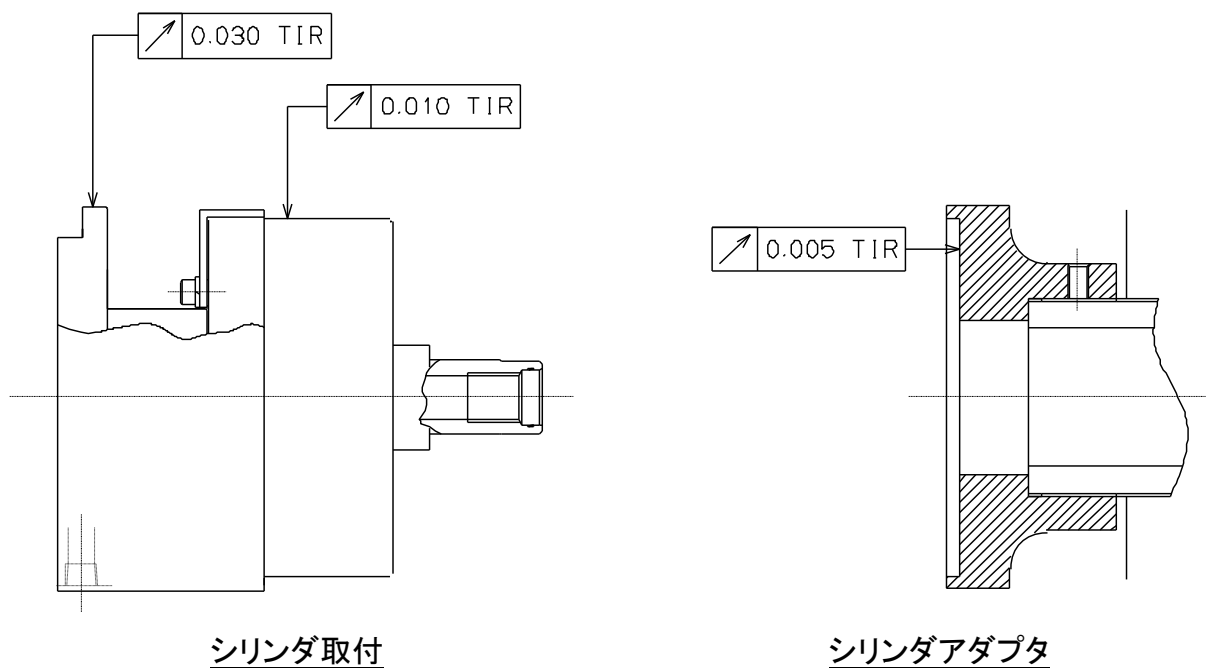

図 18
- シリンダの取付時の振れはスリーブカバーの回り止めを行い、スピンドルを回転させた時、シリンダ外周及びスリーブカバー後端の上下動の振れを図 18 に示す規格値以下で取付けてください。